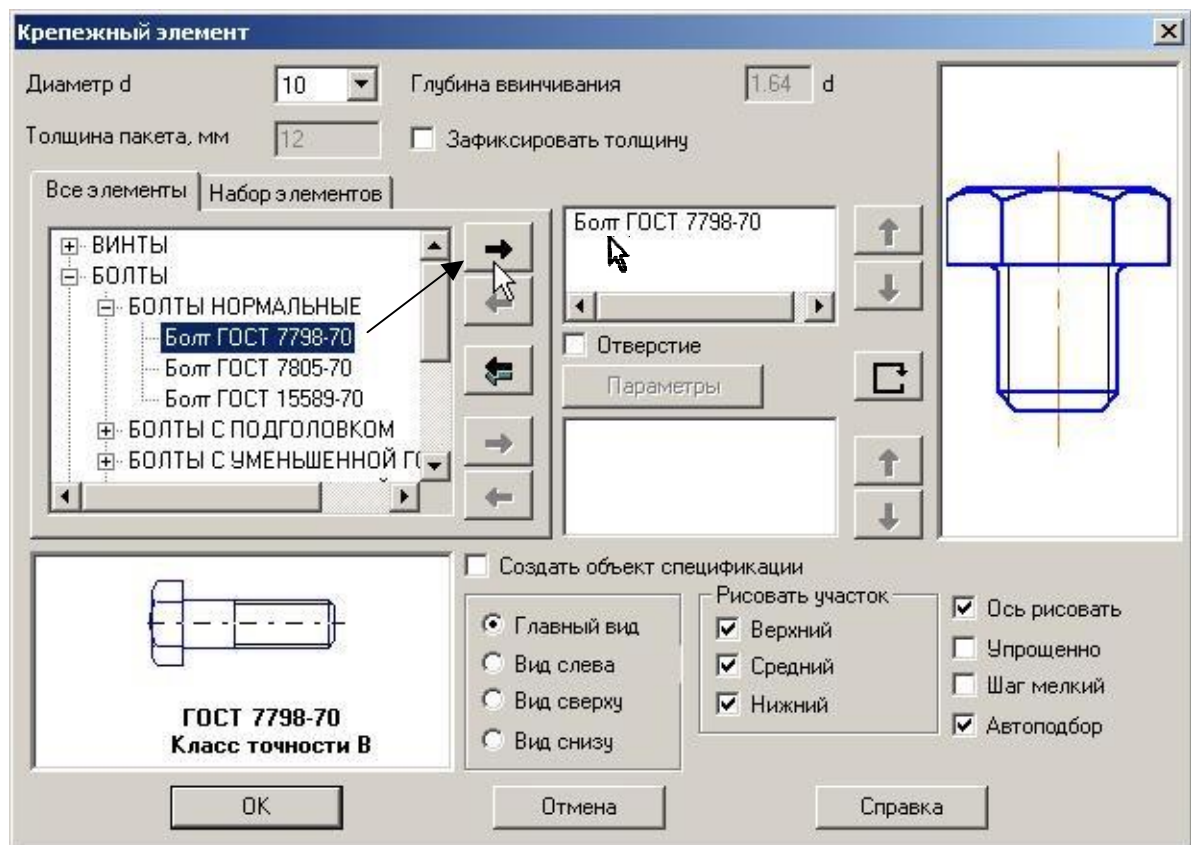
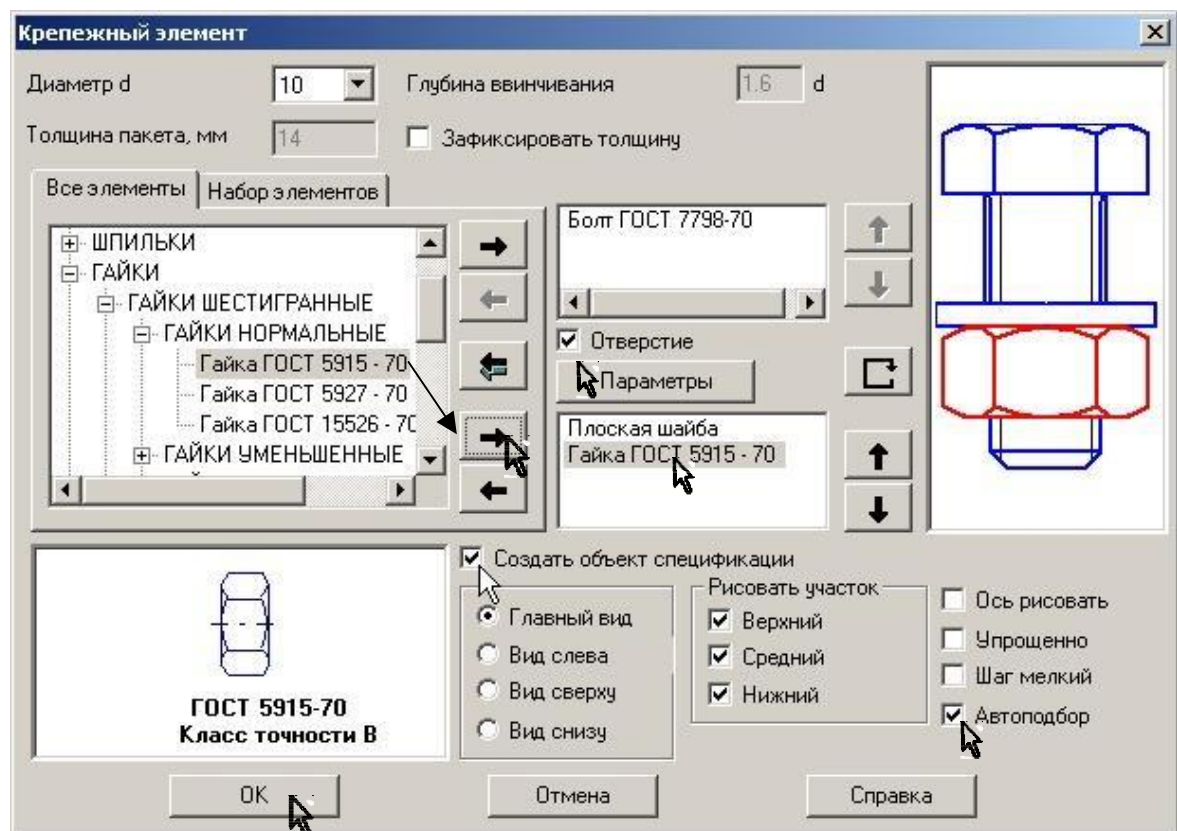

Рис. 12
Рис. 13
1) Включите команду **Крепежный элемент**, на вкладке **Все элементы** выберите **Болт ГОСТ 7798-70**, установите диаметр «10» и кнопкой , рис. 12, скопируйте болт в верхнее окно. Выберите соответствующие шайбу и гайку (рис. 1) и скопируйте их в нижнее окно. Проставьте маркеры на **Отверстие**, **Создать объект спецификации**, **Автоподбор**, отключите маркер у опции **Ось рисовать**, так как в образце уже имеются осевые линии, рис. 13.